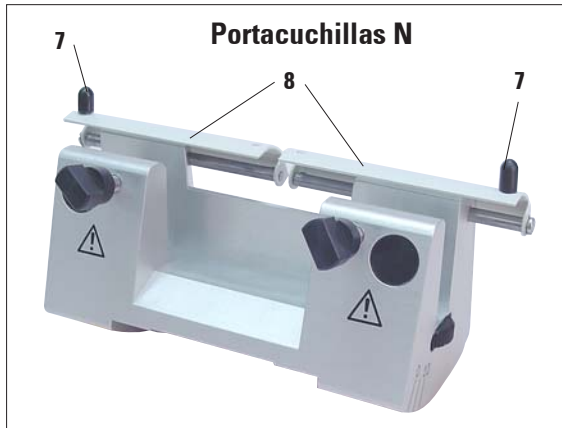

Fig. 4
El protector de dedos (8) del portacuchillas N/NZ tiene dos espigas (7) para facilitar su desplazamiento (Fig. 4).